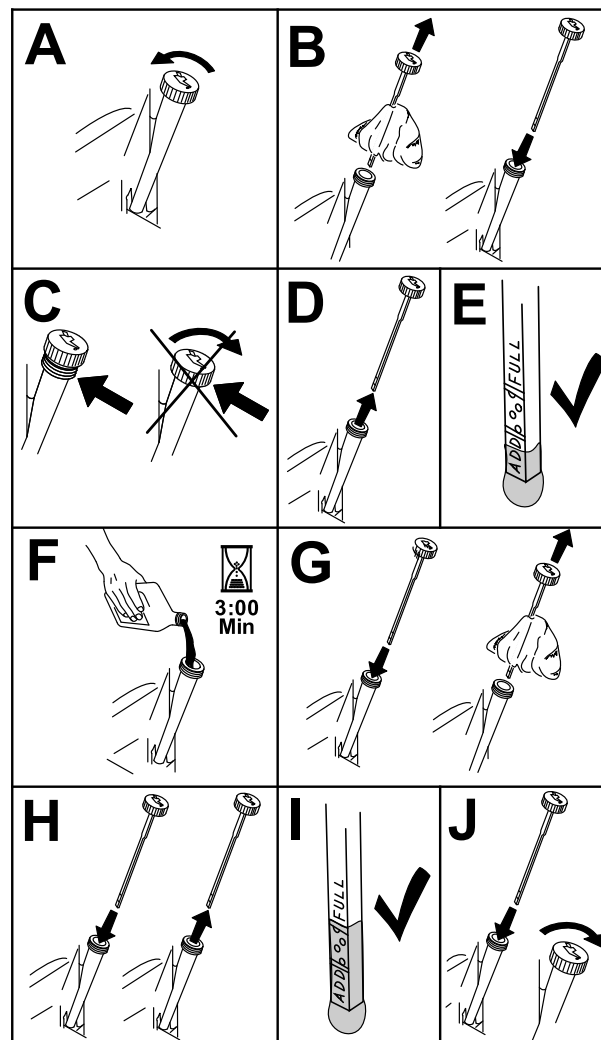

Figure 59
3. Pour éviter de faire tomber de l'herbe, de la poussière, etc., dans le moteur, nettoyez la surface autour du bouchon de remplissage-jauge d'huile, avant de l'enlever (Figure 59).